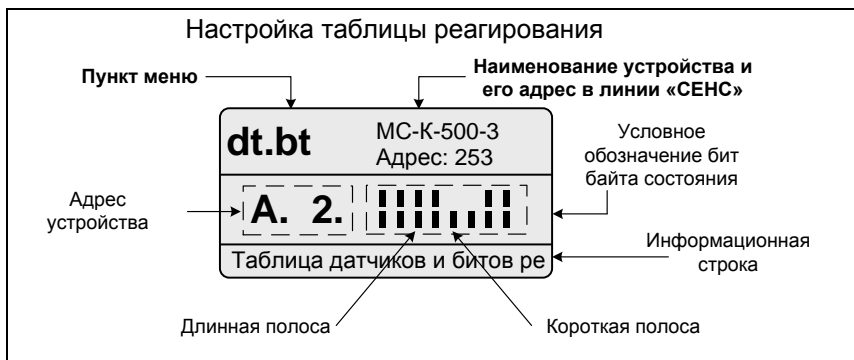

Рисунок 18
3.7.7.2 Запись таблицы содержит адрес устройства и восемь вертикальных полос (рисунок 18).